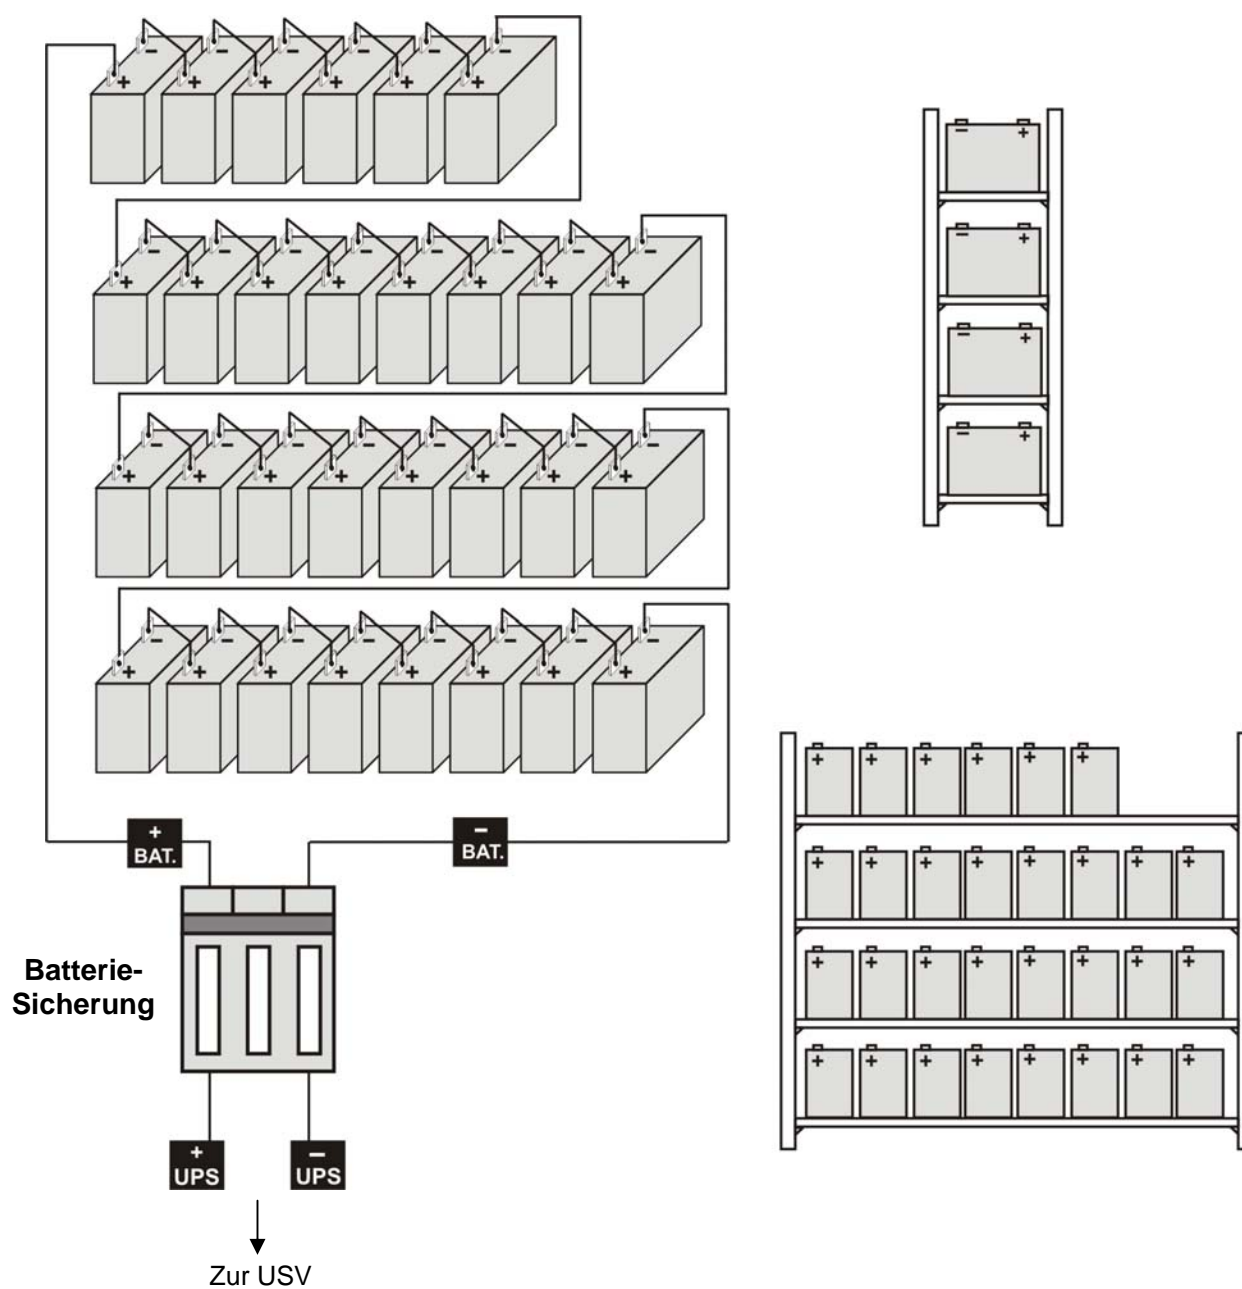

Bild 5-3 Anschluss der Batteriegruppe an die USV
5. Verbinden Sie den Pluspol des Batterietrenners (BAT+) mit dem ersten Pluspol der Batterien auf dem obersten Träger (Bild 5-3 oben links).
6. Verbinden Sie den Minuspol des Batterietrenners (BAT-) mit dem letzten Minuspol der Batterien auf dem untersten Träger (Bild 5-3 unten rechts).